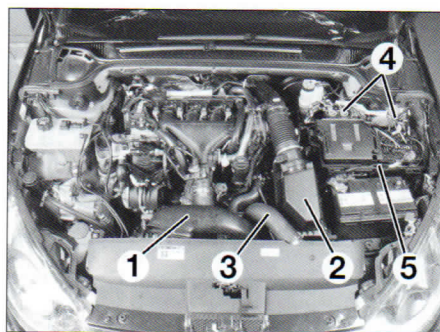
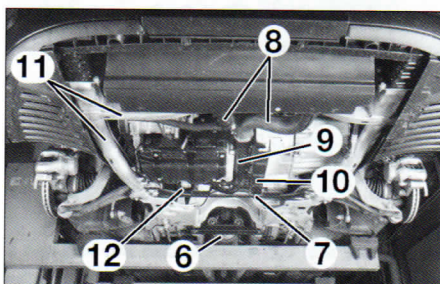

FIG. 49
FIG. 50
- el colector de entrada de aire (1) (**fig. 49**).
- la caja de aire con el caudalímetro (2).
- el manguito de aire de salida de intercambiador (3).
- los conectores (4).
- el soporte (5).
- el filtro de partículas (6) (**fig. 50**).
- el travesaño de refuerzo (7).
- los conductos de aire de sobrealimentación (8) y (9).
- la chapa (10).
- la parte delantera de la cuna (11).
- la bieleta de reacción (12).